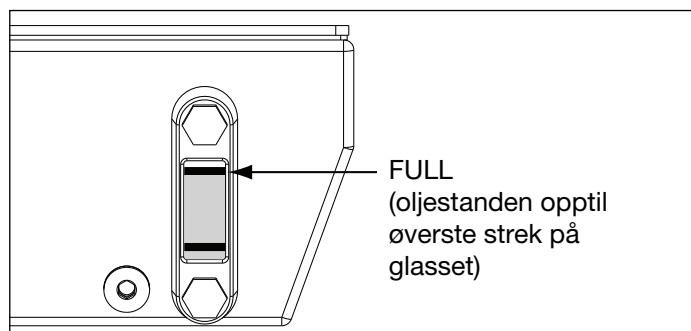

Figur 1, luftelukk og oljefyllplugg
Se figur 1. Det sitter en transportplugg (A) i luftporten på toppen av tanken. Før du bruker pumpen må du skifte ut transportpluggen (A) med luftelokket (B) og adapterkoplingen (C).
Kontroller oljenivået på pumpen før oppstart. Tanken er full når oljestanden er opp til den øverste streken på nivåglasset, som vist i Figur 2. Om nødvendig, etterfyller du olje ved å ta oljefyllpluggen (D) ut av påfyllingsrøret, som vist i Figur 1. Bruk Enerpac HF-olje (ISO-grad 32).